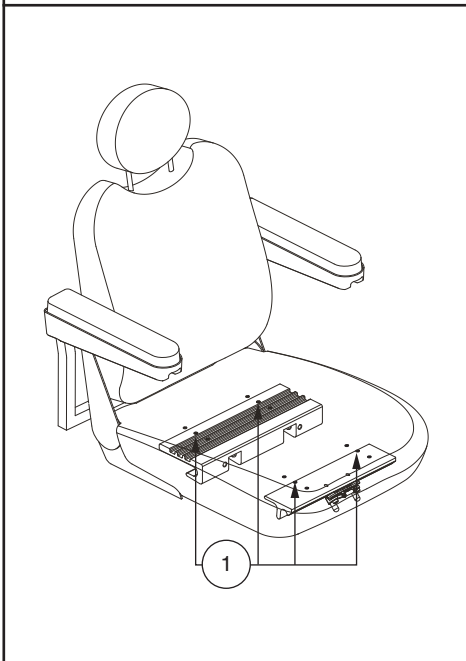

Figure 12. Position du siège
6. Repositionnez les montants dans un ensemble différent d'orifices de montage. Vous devez régler les montants en ayant un nombre identique d'orifices devant et derrière la fixation sur chaque montant. **Voir la figure 12.**